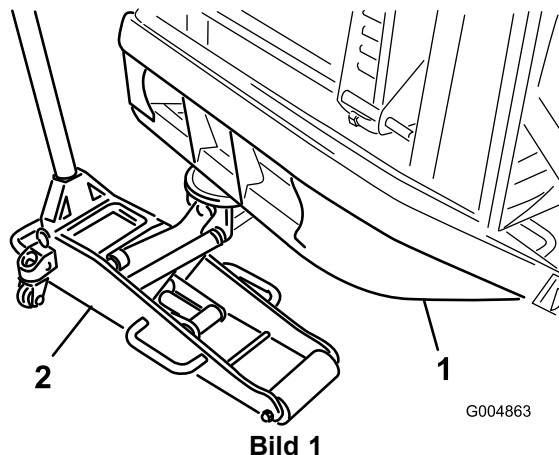

Bild 1
1. Stellen Sie einen geeigneten Wagenheber unter das Rohr der hinteren Stoßstange und heben Sie die Hinterreifen vom Boden ab (Bild 1).